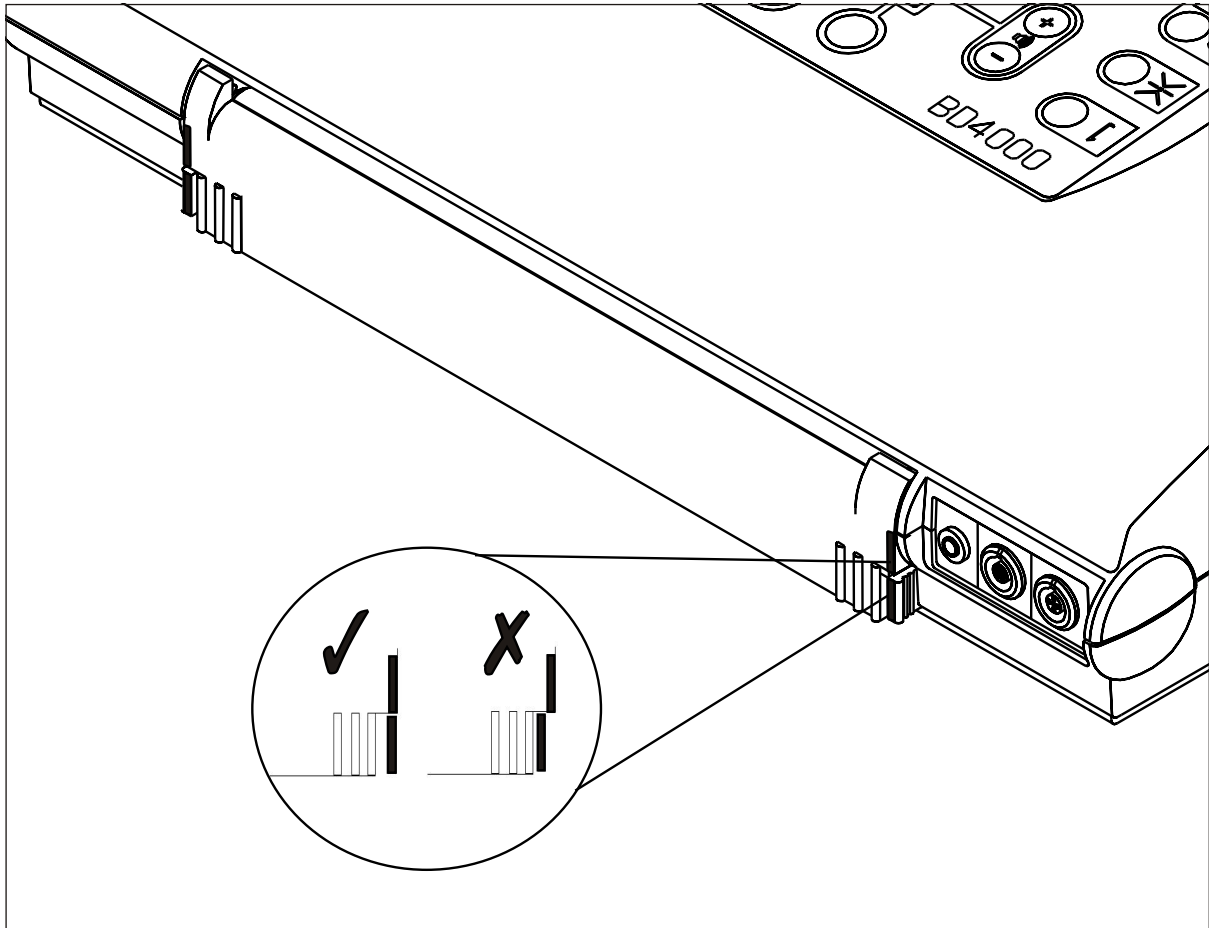

Figura 5 Per richiudere il portacarta spingerlo con due mani finché sia ben chiuso
*Assicurarsi che entrambi i fermi siano saldamente bloccati (v. Figura 5). Se si trascura di chiudere bene il portacarta, bloccandolo con i fermi, l'apparecchio può non stampare o stampare male.*